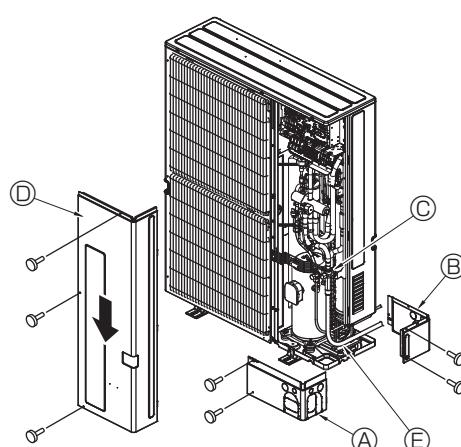

Fig. 4-10
4.5. Soğutucu boruları (Fig. 4-10)